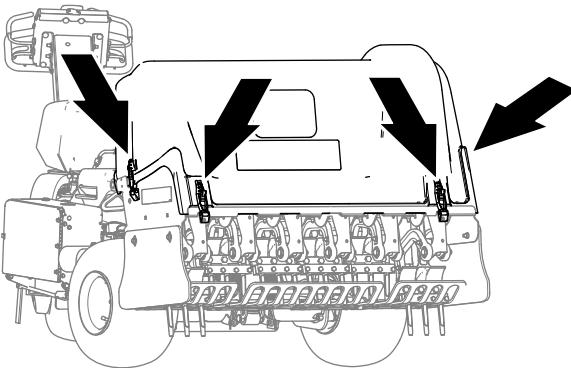

**Figure 136**
4. Si la machine est équipée de la sangle de sécurité sur le verrou du protège-courroies (conformité CE), insérez le boulon de la sangle dans le trou du verrou du protège-courroies et serrez le boulon (Figure 136).